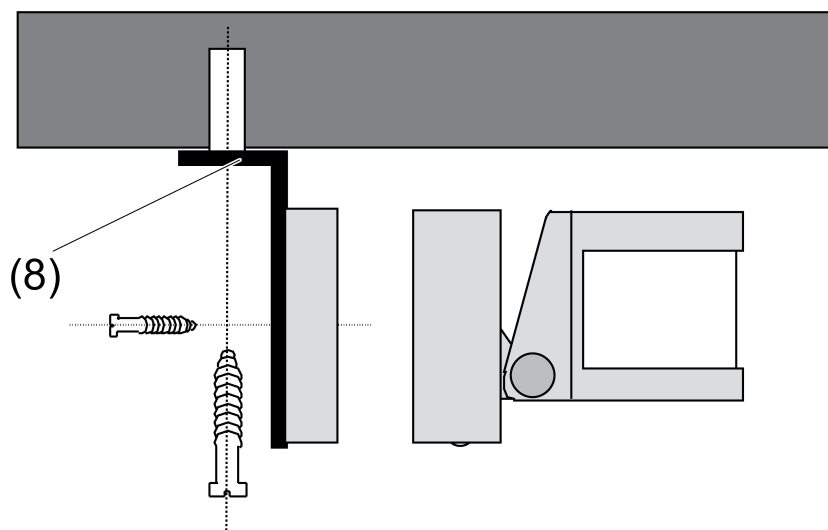

Bild 11
- Montagewinkel (8) mit 2 Schrauben an der Decke befestigen (Bild 11).